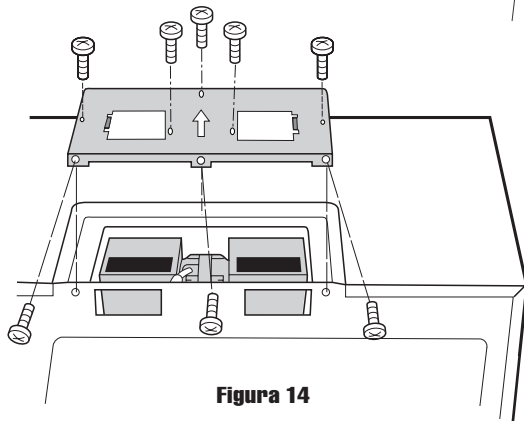

Figura 14
4. Coloque nuevamente el soporte de la cubierta del ventilador deslizándolo por las ranuras en la misma dirección de la flecha de la cubierta del ventilador. Asegúrese de que las paletas del ventilador sean visibles a través de los orificios superiores en el horno antes de proceder. Vea la Figura 14 de la página 6.
5. Fije el soporte de la cubierta del ventilador al equipo con los 3 tornillos del borde posterior y los 5 tornillos de la parte superior del soporte de la cubierta del ventilador, que fueron retirados en el Paso 1 arriba mencionado. Vea la Figura 14 de la página 6. Ahora, la unidad de ventilador de la campana ha girado para una operación de escape vertical.